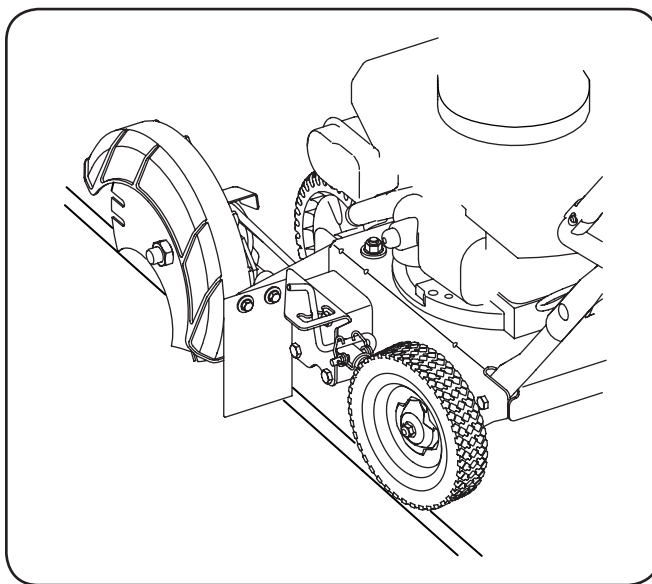

Figura 5-2
1. Mueva la unidad al área que va a recortar, asegurándose de que la rueda posterior izquierda esté sobre una superficie dura y que la cuchilla está sobre el área a cortar. Vea la Figura 5-2.